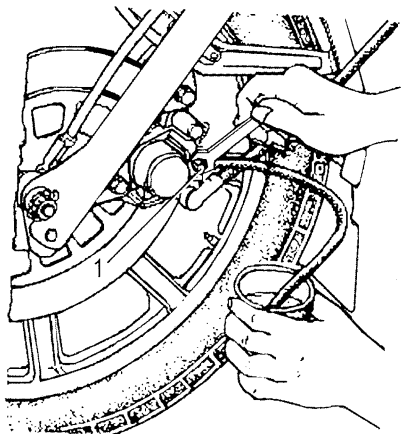

Рис. 4.13. Прокачка гидропривода дискового тормоза:
– надеть на головку клапана 1 (см. рис. 4.13) выпуска воздуха резиновый шланг соответствующего диаметра. Свободный конец шланга погрузить в тормозную жидкость, залитую в чистый стеклянный сосуд ёмкостью 0,5 л, заполненный наполовину;